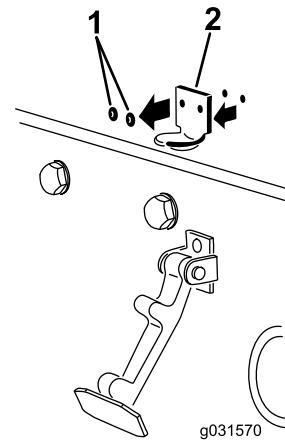

Bild 6
2. Entfernen Sie die zwei Nieten, mit denen die Halterung des Motorhaubenriegels an der Motorhaube befestigt ist (Bild 6).